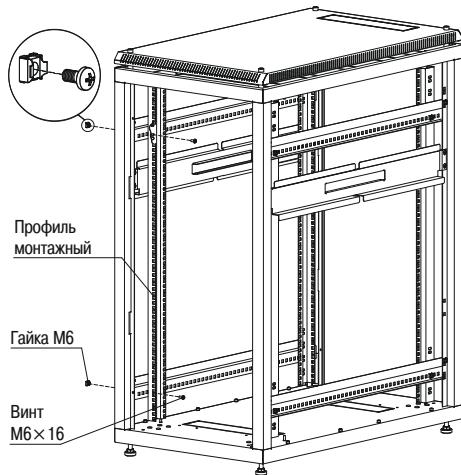

Рисунок 7 – Установка монтажных профилей
3.1.7 Вставьте гайки M6 в квадратные отверстия боковых профилей, профили монтажные закрепите винтами M6×15 с полукруглой головкой (рисунок 7).